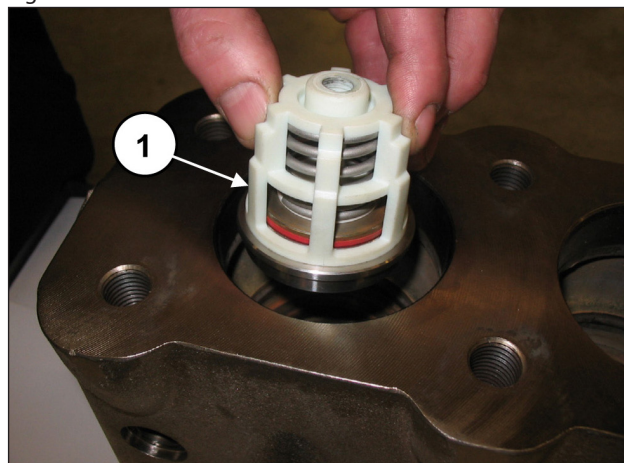
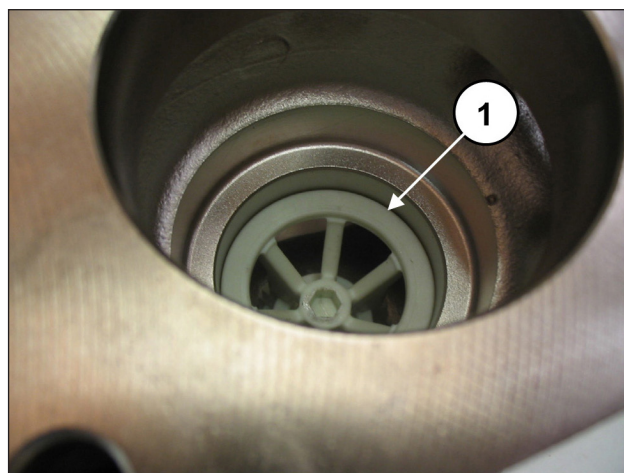

Fig. 119
Fig. 120
Insira o grupo da válvula de aspiração (pos. ①, Fig. 119) e em seguida o distanciador (pos. ①, Fig. 120).
O grupo da válvula completo deve ser inserido completamente até o fundo e apresentar-se como na pos. ①, Fig. 120.